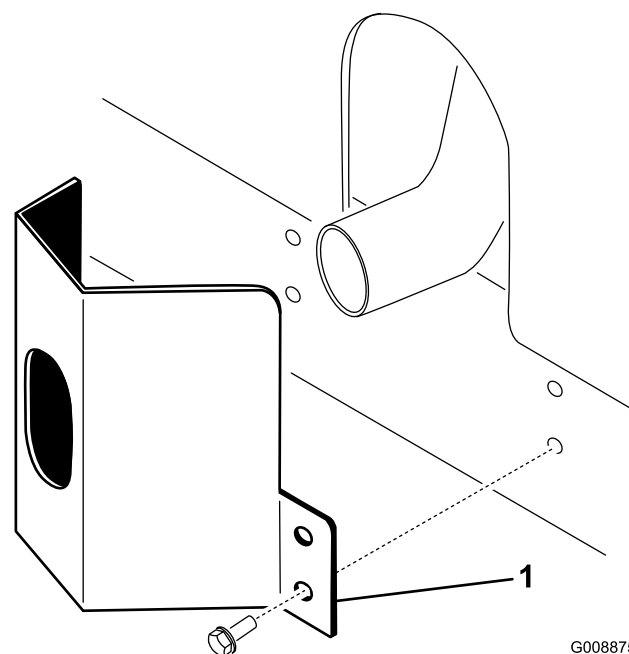

Figura 10
2. Fissate la protezione della marmitta sul telaio con quattro viti autofilettanti (Figura 10).
1. Collocate la protezione della marmitta attorno al silenziatore, allineando contemporaneamente i fori di fissaggio con i fori nel telaio (Figura 10).